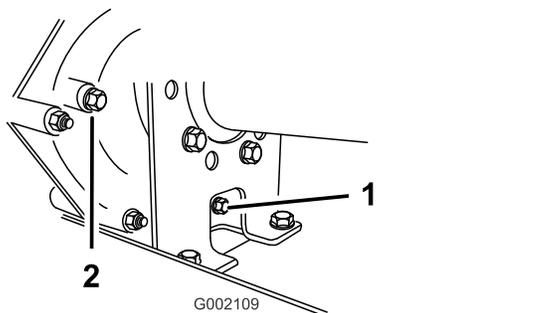
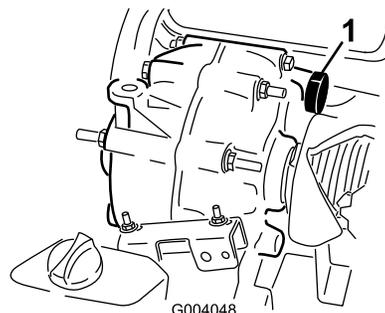

Рисунок 59
Рисунок 60
- Тщательно протрите места вокруг пробок заливного и сливного отверстий ветошью (Рисунок 59).
- Снимите пробку заливного отверстия, повернув ее против часовой стрелки (Рисунок 59).
- Установите пробку сливного отверстия с прокладкой в сливное отверстие трансмиссии и затяните (Рисунок 59).
- Долейте в бак (Рисунок 60) через заливное отверстие приблизительно 1,4 л рабочей жидкости указанного типа или пока уровень рабочей жидкости в трансмиссии не станет на уровне нижней части резьбы. (Рисунок 59).
- Установите и затяните пробку заливного отверстия с прокладкой в заливное отверстие трансмиссии (Рисунок 59).
- Проверьте уровень рабочей жидкости и добавьте ее, если уровень рабочей жидкости находится ниже резьбовой части заливного отверстия (Рисунок 59).